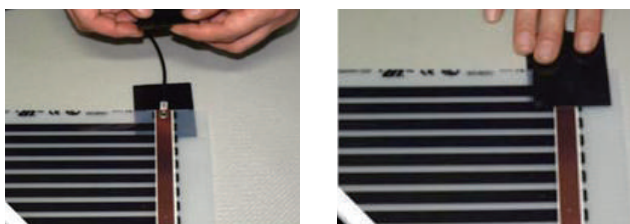

Рис. 3
8. Изолируйте битумным скотчем линии отреза медной шины и серебряные контакты, находящиеся на концах полос нагревательной пленки. (рис. 3).